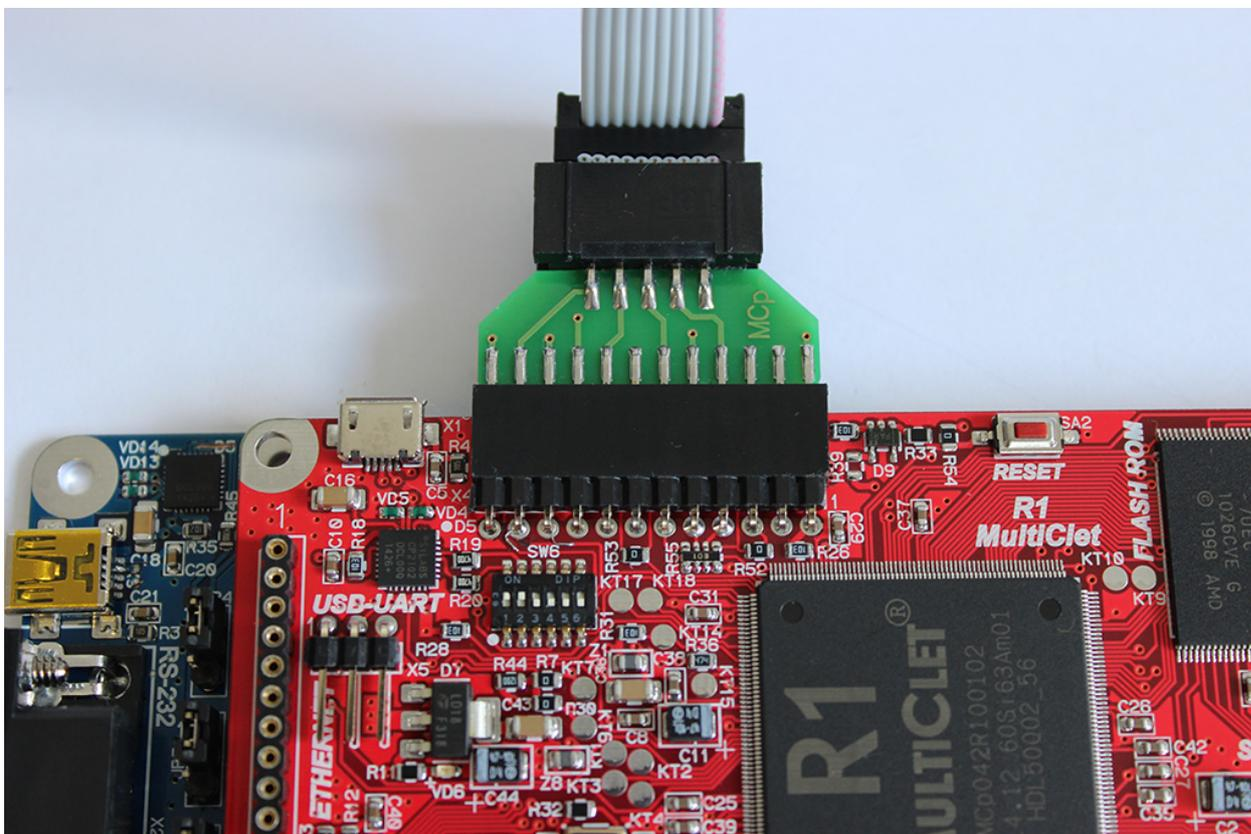

Рис. 5. Подключение программатора
Правильное расположение переключателей показано на рис. 5 . 2) Убедитесь, что на базовой плате отсутствуют джамперы на разъеме X8(находится справа от экрана).
2) Подключите программатор LDM-PicoProg через адаптер (надпись MCP нанесена на верхней стороне адаптера) к разъему на процессорной плате с пометкой JTAG, как показано на рис. 5 .